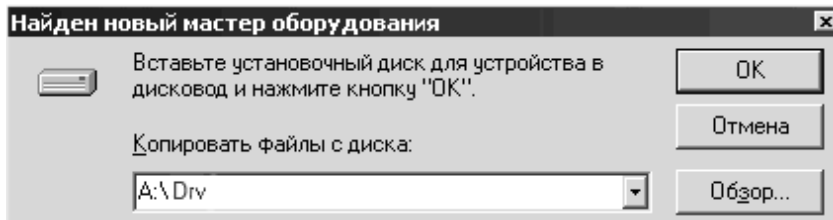
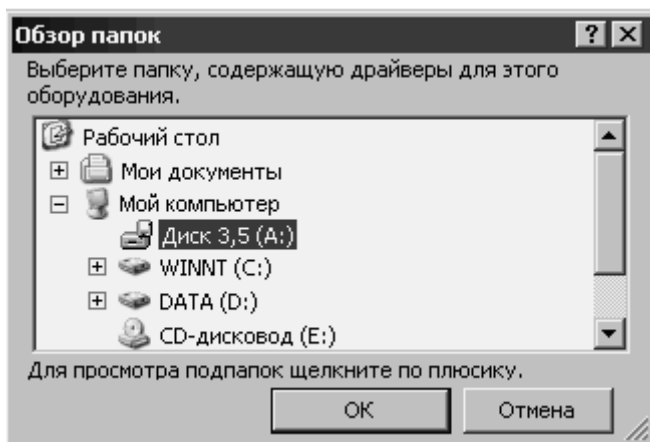

Рисунок 9 – Выбор места размещения драйвера
Рисунок 10 – Определение местонахождения драйвера
3) В окне выбора места размещения драйверов укажите «A:\Drv» (см. рисунок 9) или, нажав кнопку **Обзор**, в открывшемся окне **Обзор папок** (см. рисунок 10), используя средства навигации Windows, укажите папку с файлами драйверов считывателя.